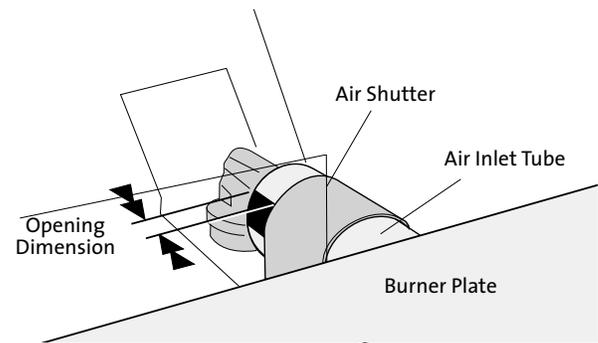

Figure 15. Air Shutter Setting
10. **Réinstallez le plateau du brûleur**. Glissez le tube du brûleur sur l'obturateur d'air tel que montré à la fig. 15. Vérifiez que le brûleur est solidement fixé aux 2 brides de fixation à l'avant de la chambre de combustion et repoussez le plateau vers l'arrière de la chambre de combustion. Une fois bien positionné, il doit y avoir 1/2 po (13 mm) de jeu entre le plateau du brûleur et l'avant de la chambre de combustion. Voir fig. 15.